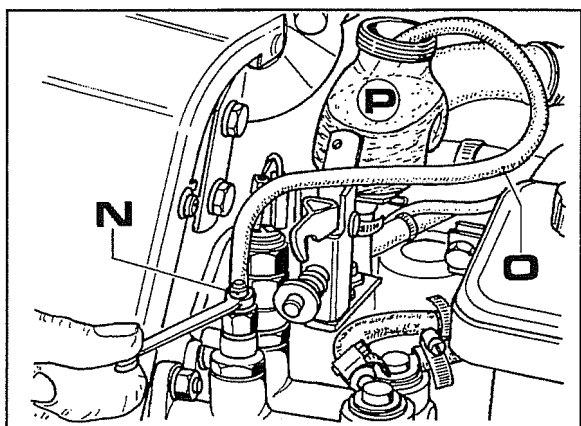

Fig. 3
3. Para expurgar as bombas, é necessário introduzir entre o depósito **P** fig.3 e o parafuso de expurgo **N**, um tubo flexível transparente (**O** fig.3). Desapertar parafuso de expurgo acima referido, premer várias vezes os pedais dos travões (acoplados) até quando deixarem de sair mais bolhas de ar e depois apertar o parafuso.